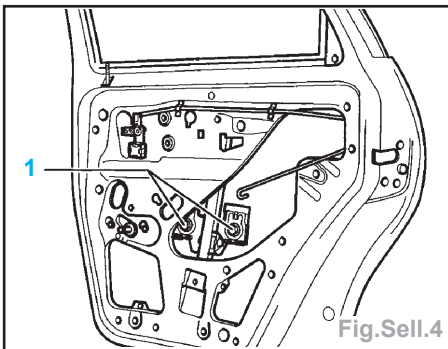

Fig.Sell.4
- Desserrer les écrous hexagonaux (1) et séparer les mâchoires de blocage (Fig.Sell.4).